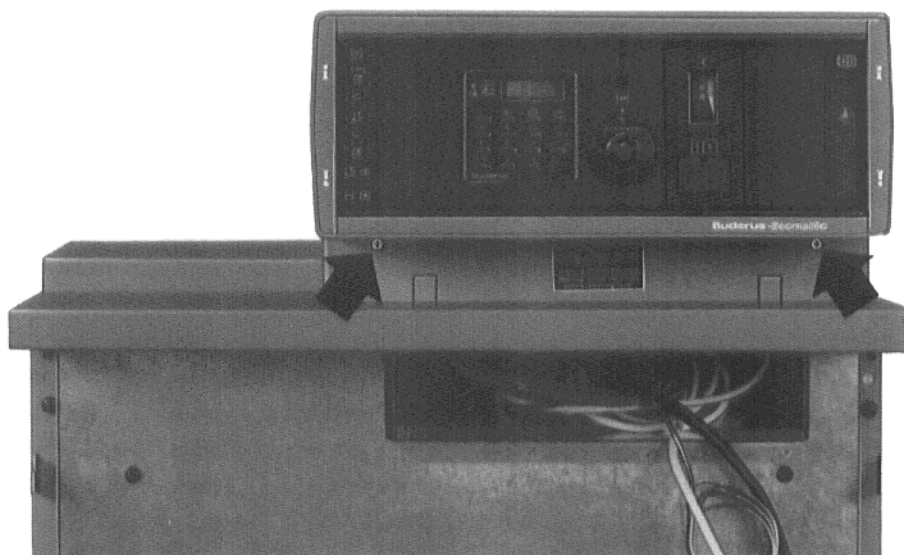

Fig. 12 – Figura esplicativa
18. Disporre il quadro comando sulla bassetta e stringere le frecce viti di fissaggio (Fig. 12).